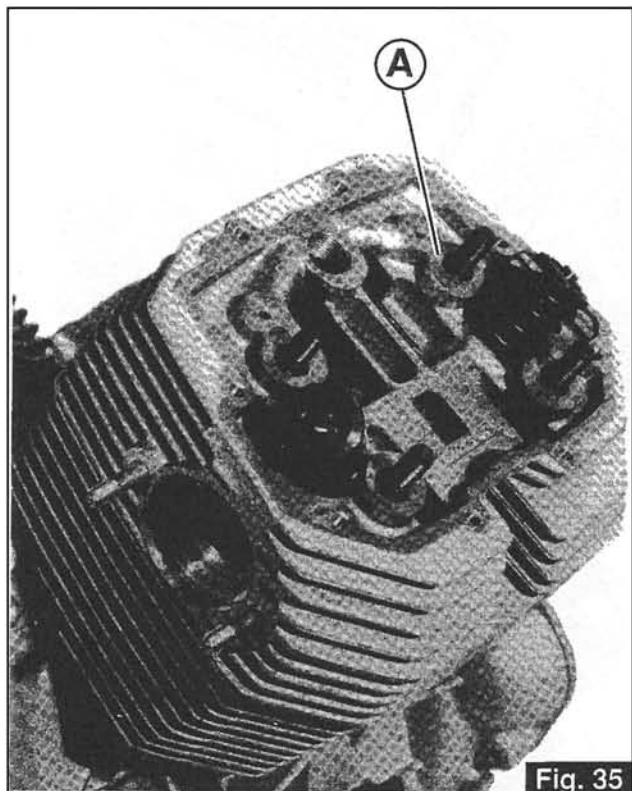

Fig. 35
- En écartant légèrement la culasse du cylindre, enlevez les 4 O-rings «A» et sortez la culasse (Fig. 35).
- Indem man den Zylinderkopf leicht vom Zylinder entfernt, die 4 OR-Ringe «A» abnehmen, dann den Zylinderkopf abziehen (Abb. 35).